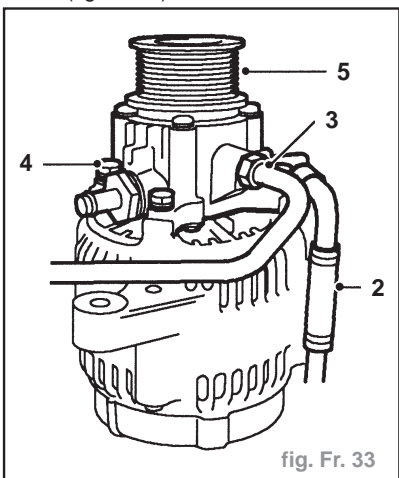

fig. Fr. 33
- Enlever le collier et débrancher le flexible (2) de retour d'huile de la pompe à vide (fig. Fr. 33).